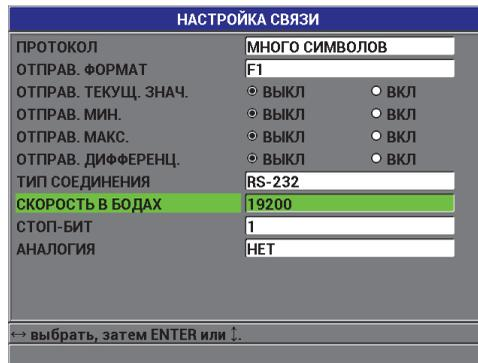

Рис. 6-4 Экран НАСТРОЙКА СВЯЗИ – RS-232
1. На экране измерений нажмите [SET UP], затем выберите СОЕДИНЕНИЕ, чтобы открыть окно НАСТРОЙКА СВЯЗИ (см. Рис. 6-4 на стр. 118).